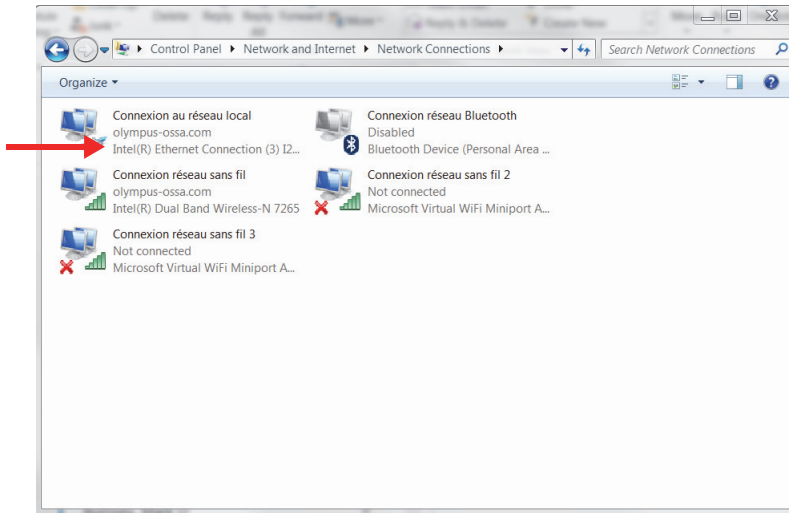

Figura 1-5 Conexiones de red
1. Abra la lista de conexiones de red en el **Control Panel** (Panel de control), e identifique la conexión usada para establecer la conexión con la unidad FOCUS PX (ver Figura 1-5 en la página 29).